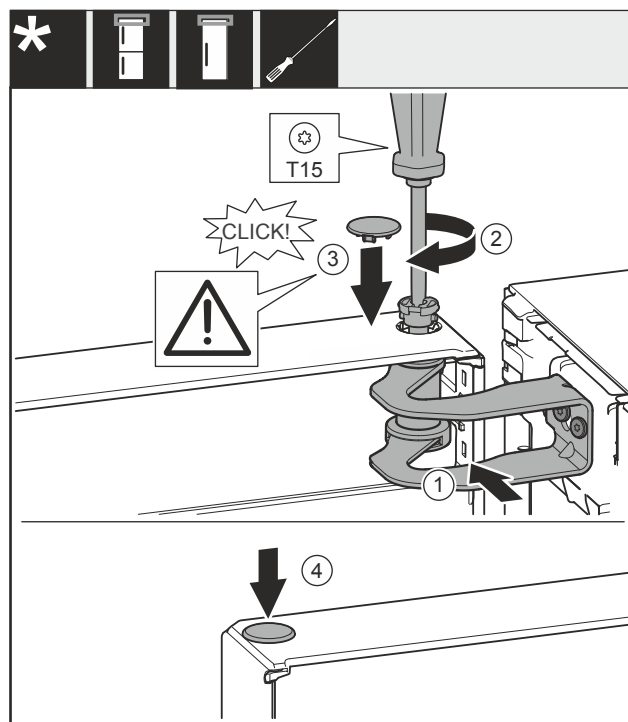

Fig. 23
- Indjuster døren i forhold til åbningen i lejebeslaget Fig. 23 (1).
- Indsæt bolten Fig. 23 (2), og skru den fast med en skruetrækker.
- Indsæt afdækningen Fig. 23 (3).
- Kontrollér, at afdækningen Fig. 23 (3) hviler på døren.
- Indsæt afdækningen Fig. 23 (4).